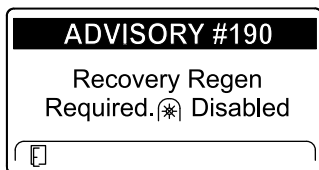

Figure 48
- Régénération d'urgence requise – prise de force désactivée MISE EN GARDE N° 190 (Figure 48)